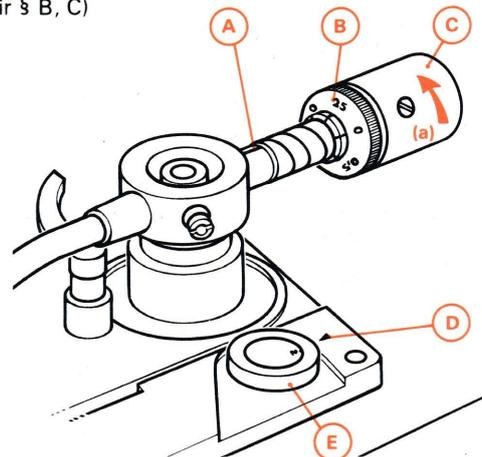

Fig. 6
B. EQUILIBRAGE DU BRAS (Fig. 6)
- 2° - Engager le contrepoids (C) sur l'extrémité libre du bras en le tournant jusqu'à encliquetage.
- 3° - Placer le « 0 » de la commande du réglage de compensation de la force centripète (« antiskating ») (E) en regard du repère fixe (D).
- 6° - Visser ou dévisser le contrepoids (C) pour amener le bras à l'horizontale.
C. REGLAGE COMBINÉ « FORCE D'APPUI ET COMPENSATION DE LA FORCE CENTRIPÈTE » (« ANTISKATING ») (Fig. 6)